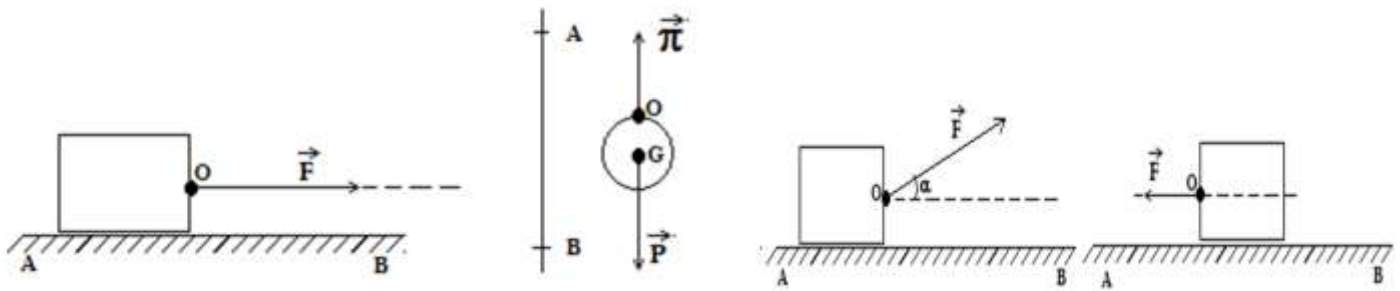

Figure 4.4 : Forces sur une trajectoire rectiligne
- Soit sur un plan horizontal ou vertical (figure 4.4)